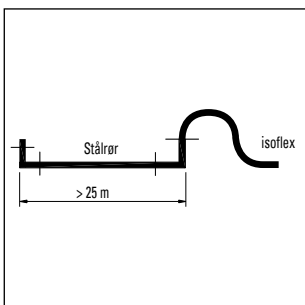

fig. 5
- Ved tilkobling til stålør > 25 m, skal reglerne i fig. 5 overholdes.